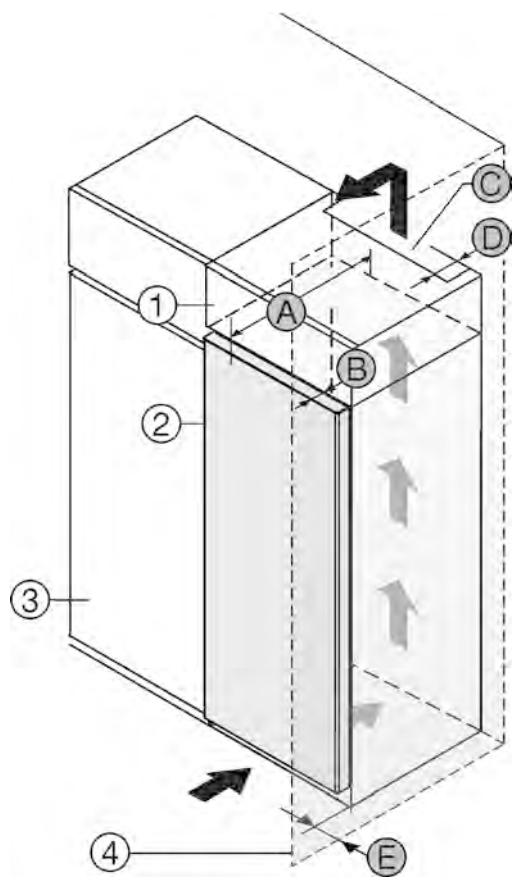

Fig. 1
- (A) Глубина устройства*
На задней стенке дополнительного шкафчика должен быть вентиляционный канал с глубиной Fig. 1 (D) по всей ширине этого шкафа.*
Нужно соблюдать вентиляционное отверстие Fig. 1 (C) под нижней панелью.*
Если устройство установлено на шарнирах у стены Fig. 1 (4), то расстояние между устройством и стеной должно составлять не менее 40мм. Настолько выступает ручка при открытой дверце.*